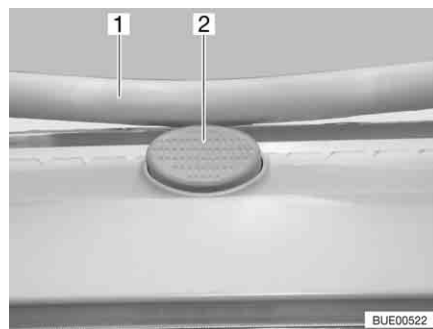

Fig. 40 Bottone di sicurezza sull'oblò Heki
- Premere il bottone di sicurezza (Fig. 40,2) e tirare verso il basso la staffa (Fig. 40,1) con entrambe le mani.
- Premere la staffa verso l'alto con ambedue le mani, finché la staffa non poggia al di sopra del bottone di sicurezza (Fig. 40,2).